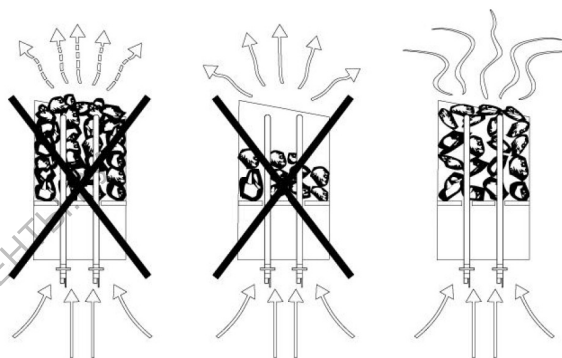

Рис.4. Схема укладки камней
6.6. **КАМНИ**, используемые для каменки, должны выдерживать большие температурные колебания, не выделять запаха и пыли (специально предназначенные для использования в каменке). Лучшие камни - базальты, диабазы, габбро-диабазы и перидотиты фракций 8-10см. Перед укладкой их необходимо обмыть. Процесс укладки показан на рис.4.